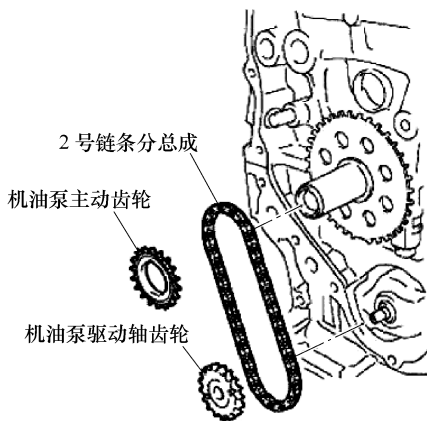

图 1-275 拆卸 2 号链条分总成
- ④ 拆下螺栓、链条张紧器盖板和链条减振弹簧。
- ⑤ 拆下机油泵主动齿轮、机油泵驱动轴齿轮和 2 号链条分总成，见图 1-275。